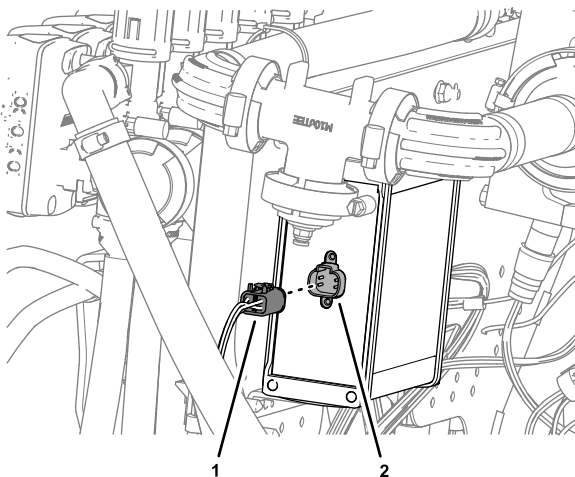

Bild 135
4. Stecken Sie den 4-Buchsen-Stecker, der mit TO ASC 10 beschriftet ist, in den 4-Stift-Stecker des ASC 10 Sprühsteuergeräts (Bild 135).